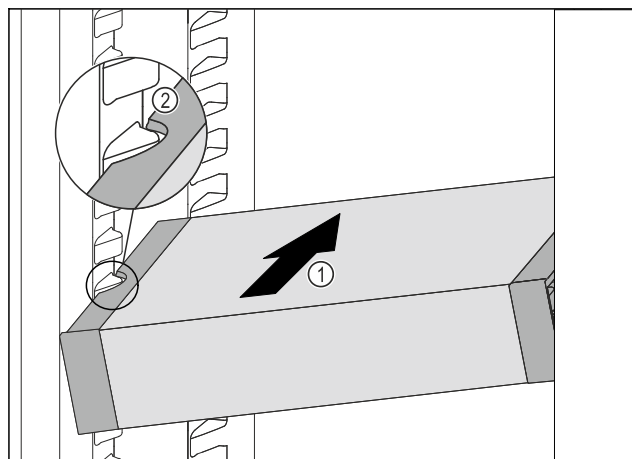

Fig. 112
- VarioSafe schräg in das Kühlteil einschieben Fig. 112 (1), bis sich die seitlichen Aussparungen Fig. 112 (2) des VarioSafes auf Höhe der Behälterrippe im Kühlteil befinden.